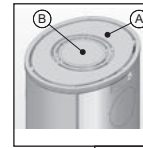
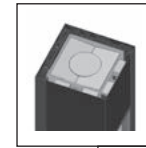
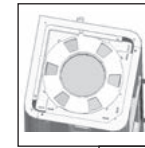

Abb. 1
Abb. 2
Abb. 3
Nehmen Sie die Topplatte (A) (Abb. 1) des Kaminofens vorsichtig ab und legen diese an einem geschützten Platz ab. Achten Sie beim Abnehmen der Topplatte darauf, dass der aufgelegte Blinddeckel (B) (Abb. 1) nicht herunterfällt und beschädigt wird. Je nach Modell ist die Topplatte des Kaminofens entweder nach oben zu entnehmen oder muss vorab durch Parallelverschiebung zur Vorderseite entsichert werden (Modellreihe Stovo). Bei Kaminöfen mit aufgesetzten Speichersteinen (z.B. Cubo/Piko M (Abb. 2)) oder einer Konvektionsluftregelung (Abb. 3) sind diese Komponenten zu entnehmen („2.3.6 Montage der Speichersteine on top“ auf Seite 18).